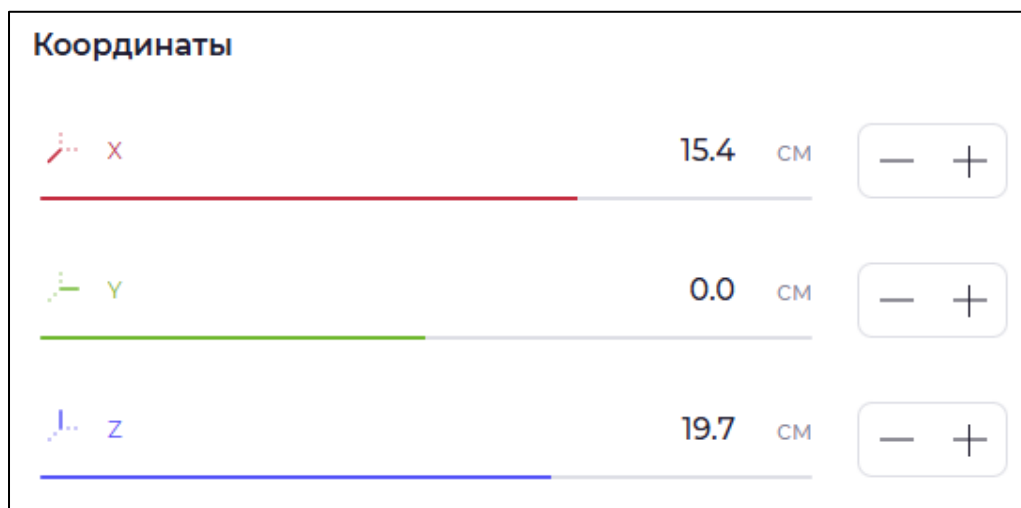

Рисунок 44 – Панель ручного управления «Координаты»
- Панель ручного управления «Координаты» (см. Рисунок 44) – управление манипулятором в трехмерной системе координат.